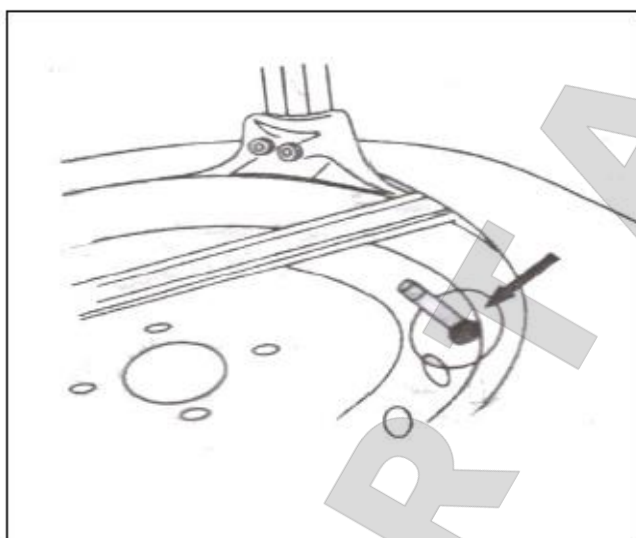

РИС. 20
4.1.4 С помощью рычага продолжайте демонтаж, пока кромка не достигнет выступа инструмента для демонтажа (РИС.20). Нажмите педаль поворотного стэнда (Рис.2-8), чтобы повернуть поворотный стэнд по часовой стрелке, пока вся кромка не будет отделена полностью. При работе с колесом с камерой, чтобы избежать повреждения камеры, при демонтаже нужно держать выпускное отверстие шины в 10 см от правой стороны инструмента для демонтажа.